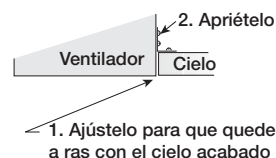

Figura 5 — Ajuste de los Soportes de Montaje
- Para construcción en bastidor de madera, coloque la unidad entre las vigas. Coloque los soportes de modo que el borde inferior de la carcasa quede a ras con el cielo acabado y apriete los soportes de montaje ajustables, como se muestra en la Figura 5.